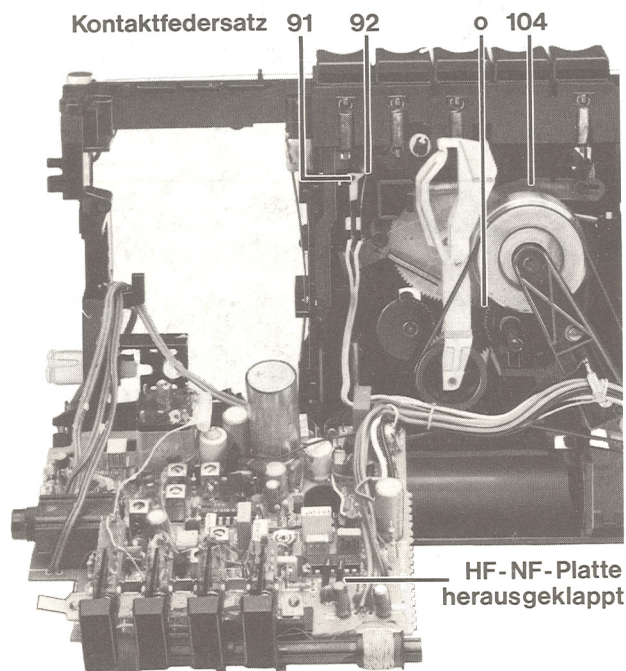

Bild 7
- HF-NF-Platte herausklappen (Bild 7).
21. Bandendabschaltung (Bild 7)
24. Kontaktfedersatz (Bild 7)